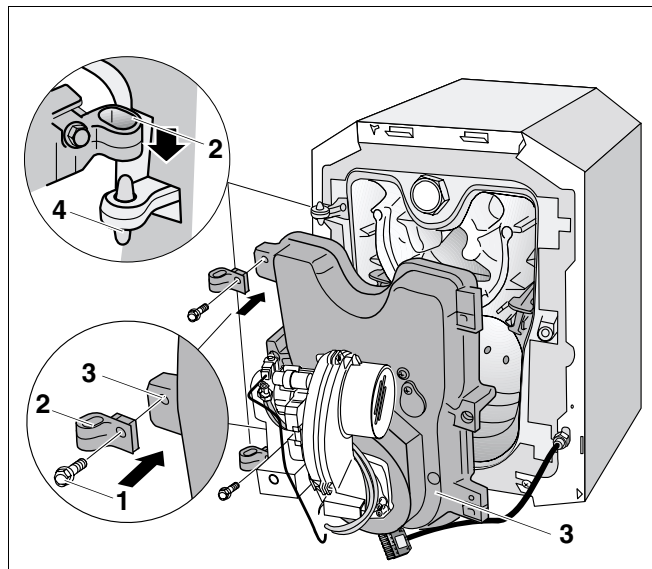

Fig. 16 Flytting av brennerdøren (hengseløyne)
- Skru hengseløynenes festeskruer (fig. 16, **pos. 1**) av brennerdøren (fig. 16, **pos. 3**).
- Fjern hengseløynene (fig. 16, **pos. 2**) fra brennerdøren (fig. 16, **pos. 3**).
- Skru fast hengseløynene (fig. 16, **pos. 2**) på venstre side av brennerdøren (fig. 16, **pos. 3**).
- Skru hengseløynene (fig. 16, **pos. 2**) fast til brennerdøren (fig. 16, **pos. 3**) ved hjelp av festeskruene (fig. 16, **pos. 1**).
- Heng brennerdørens hengseløyne (fig. 16, **pos. 2**) på hengselhakene (fig. 16, **pos. 4**).
- Lukk brennerdøren (fig. 16, **pos. 3**).
- Steng brennerdøren (fig. 16, **pos. 3**) med sekskantskruene igjen.